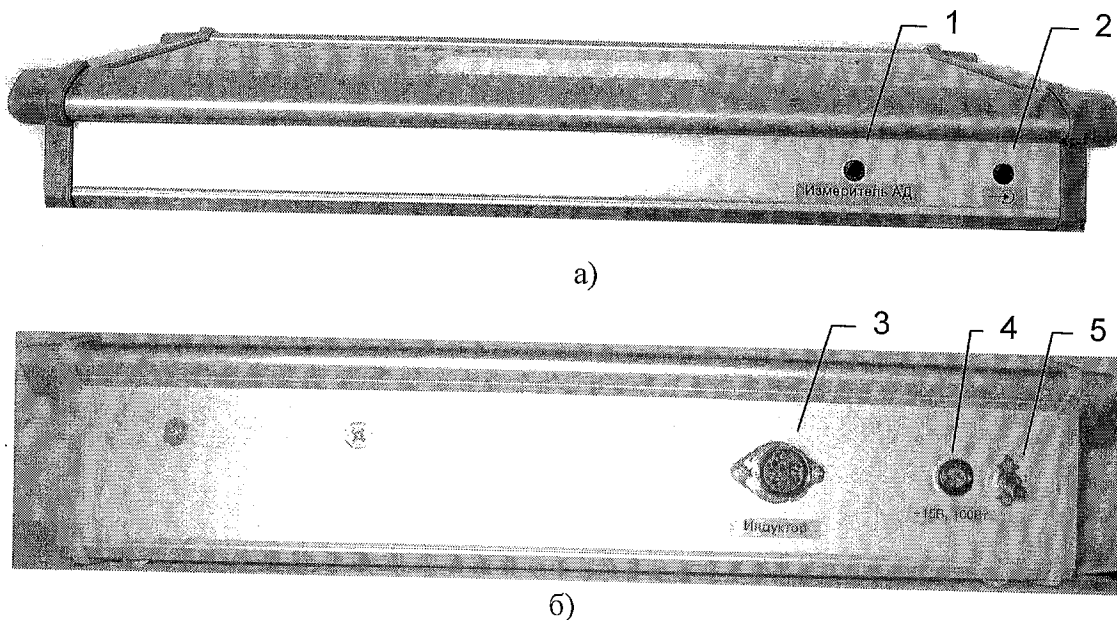

Рисунок 2. Общий вид передней (а) и тыльной (б) стороны аппарата магнитного воздействия «УниСПОК»
1.4.6 На фронтальной панели электронного блока (Рисунок 2.а) расположено гнездо 1 для подключения разъема измерителя артериального давления и разъем 2 для подключения сигнала от музыкального аппарата. На тыльной стороне (Рисунок 2.б) расположены разъем 3